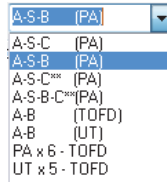

Figura 4-36 Lista de diseños de pantalla disponibles
2. En la lista de diseños de pantalla disponibles, seleccione el más apropiado (ver Figura 4-36 en la página 143).